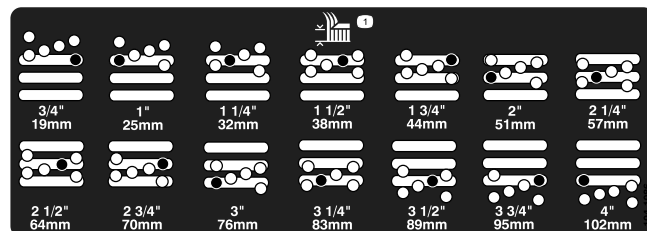

Figura 16
5. Spostate l'alloggiamento all'altezza di taglio opportuna e montate il distanziale nel foro e nella scanalatura dell'altezza di taglio prescelta (Figura 16).